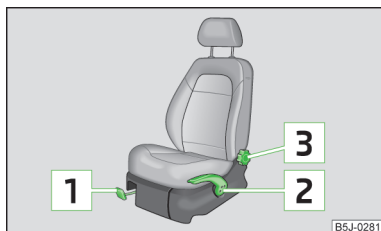

Fig. 37
- Tire de la palanca **1** » fig. 37 hacia arriba, desplazando al mismo tiempo el asiento hasta la posición deseada.
- Si se quiere subir el asiento, tire de la palanca **2** » fig. 37 hacia arriba o bombéela.
- Descargue el respaldo (no se apoye en él) y gire la ruedecilla de mano **3** » fig. 37 para ajustar la inclinación del respaldo deseada.